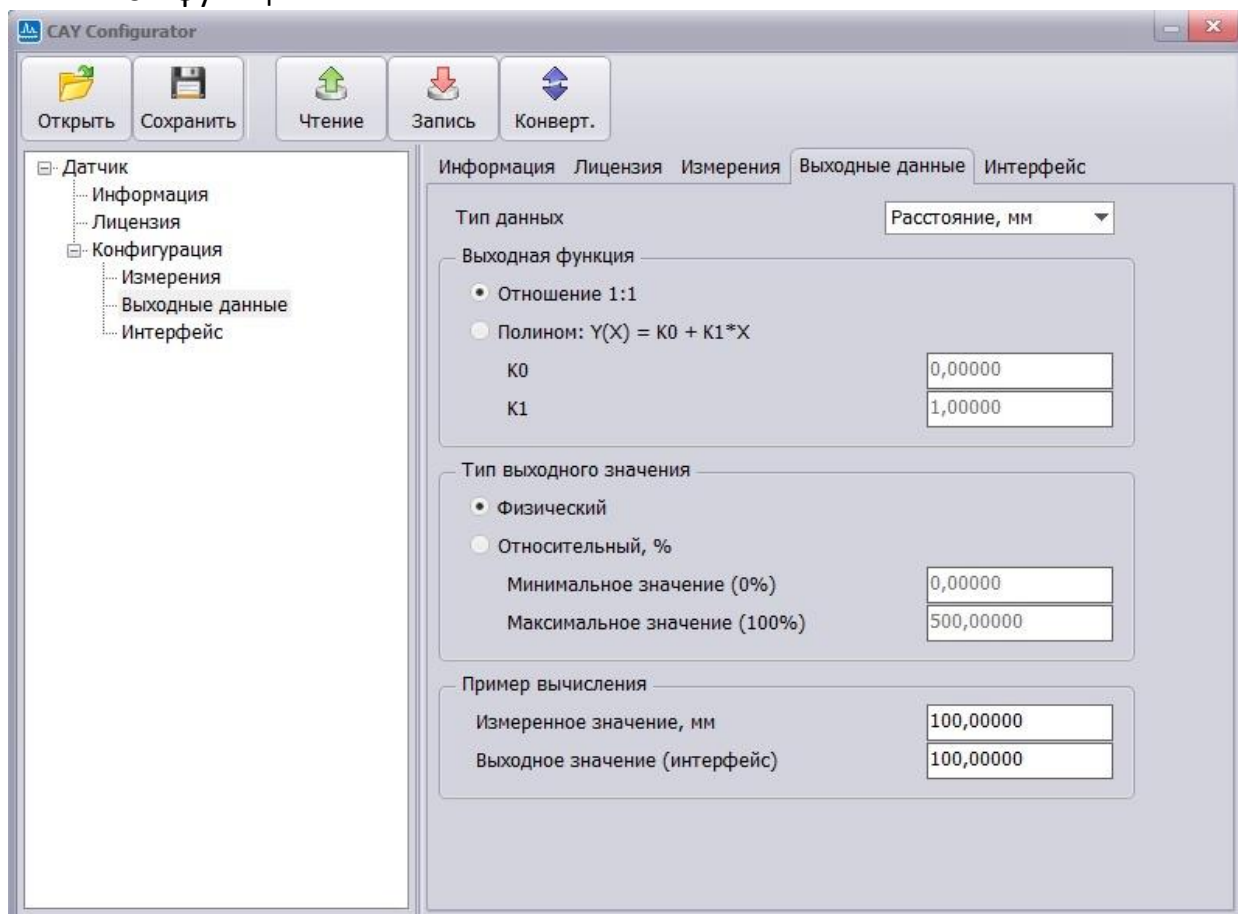

Рис. A2.8
6. Вкладка «Выходные данные» (Рис. A2.8.)